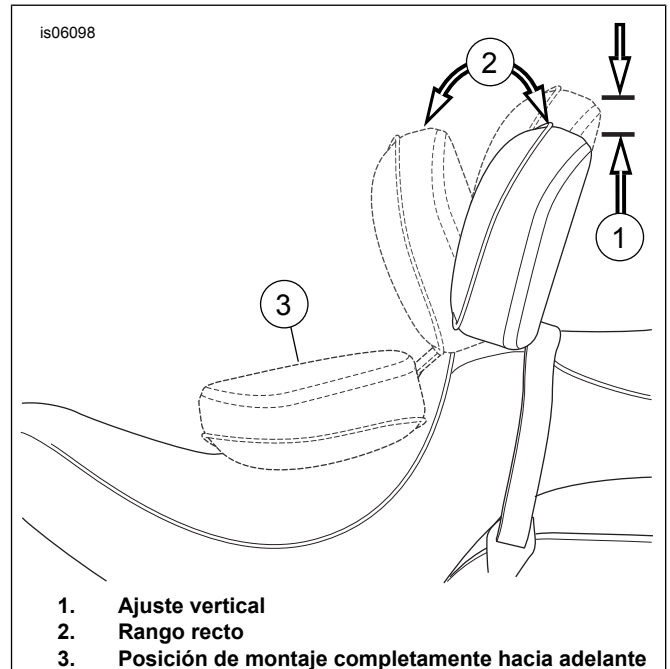

Figura 14. Posiciones del respaldo
7. Ver Figura 14 . Con el respaldo y el asiento ubicados en sus lugares, empuje el respaldo hacia adelante completamente (3). El mecanismo del respaldo se presiona contra la parte inferior del asiento y contra el protector del asiento insertado.
1. Ver Figura 14 . El mango de ajuste se usa para mover la almohadilla del respaldo hacia las posiciones adelante y atrás.
2. Para ajustar la almohadilla del respaldo hacia adelante o atrás, (2), empuje el mango.
6. Para ajustar la almohadilla del respaldo hacia arriba y hacia abajo, (1), tire de la perilla en la parte trasera de la almohadilla.